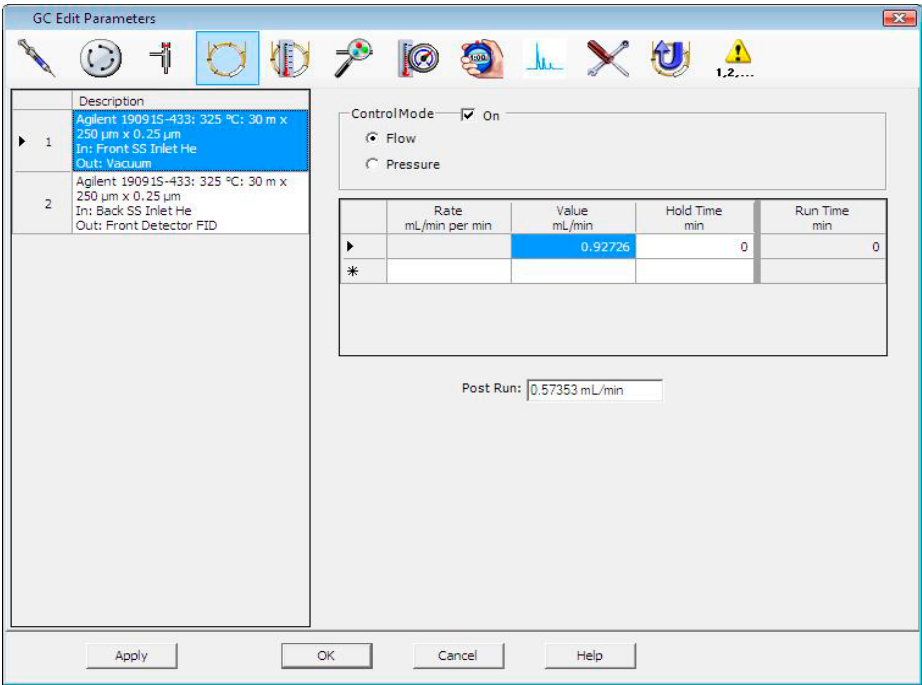

Рис. 17 Вычисление потока в колонке
- 2 Щелкните по значку **Columns** (символ) (см. пример на **Рис. 17**).